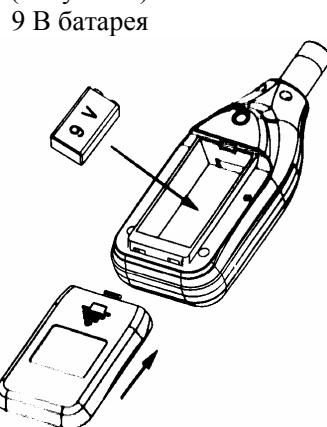

Рисунок 4
3. При напряжении на батарее питания ниже допустимого уровня на ЖК-дисплее будет отображен индикатор разряженной батареи  $\ominus+$ . В этом случае следует немедленно установить в прибор новую батарею 9 В (Рисунок 4).